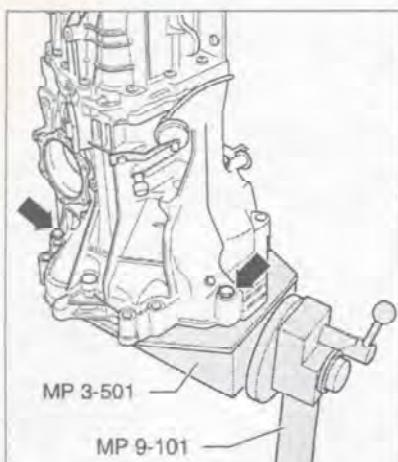

Рис. 7.52. Закрепите коробку передач на сборочном стенде.
3. Закрепите коробку передач на сборочном стенде (рис. 7.52).